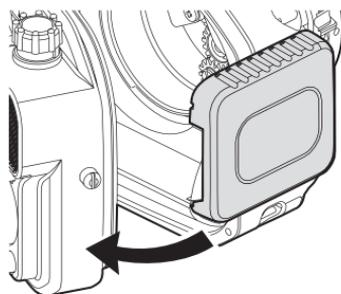

図2
(図2)
- 2 カメラの電源をOFFにして、図2のようにカメラを本製品にセットする